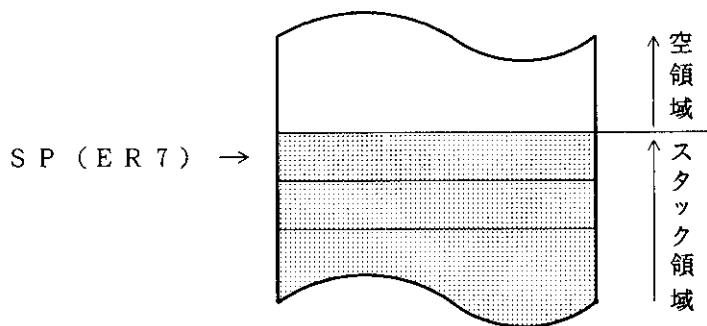

図 2.5 スタックの状態
汎用レジスタ ER 7 には、汎用レジスタとしての機能に加えて、スタックポインタ (SP) としての機能が割り当てられており、例外処理やサブルーチン分岐などで暗黙的に使用されます。スタックの状態を図 2.5 に示します。